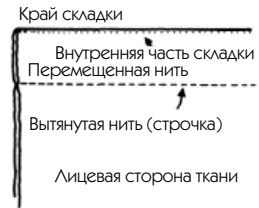

Рис. 475
2. Удерживайте складку в горизонтальном положении, затем проложите строчку точно по щели, оставленной вытянутой нитью (см. рис. 475).